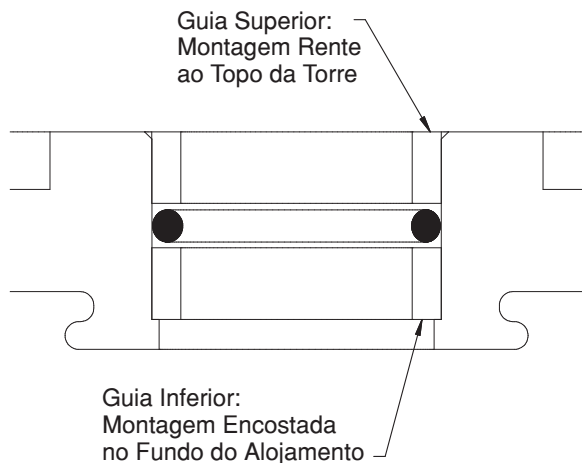

Figura 4 – Montagem das Guias da Haste do Atuador
- Assegure-se de que todas as peças internas estejam completamente limpas antes de começar a montagem. Aplique o lubrificante apropriado na superfície interna do cilindro. Se as guias da haste tiverem sido removidas, lubrifique a parte externa das guias de reposição. Pressione a nova guia inferior da haste no furo da torre até que ela encoste no fundo do alojamento. Pressione a guia superior da haste até que ela fique rente ao topo da torre (vide Figura 4).